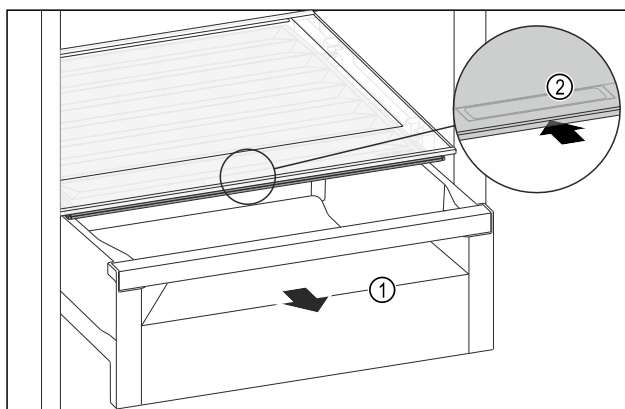

Fig. 160
- Extrageți sertarul Fig. 160 (1).
- Prindeți mânerul încastrat Fig. 160 (2) de la capacul compartimentului și glisați concomitent capacul compartimentului spre partea posterioară.